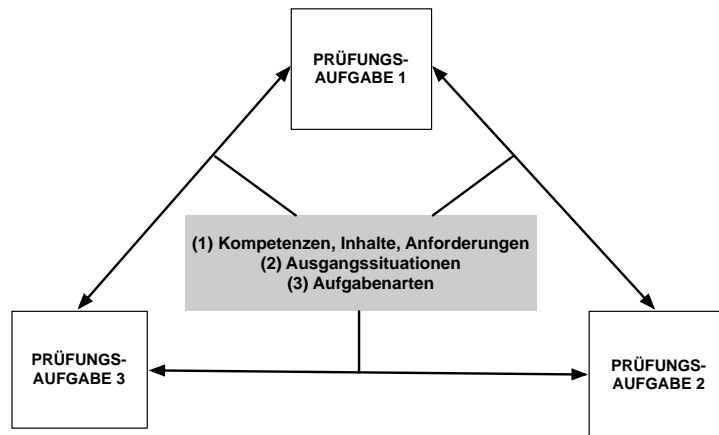

Abb. 20: Abstimmung der Prüfungsaufgaben
Die Abstimmung der drei Prüfungsaufgaben erfolgt hinsichtlich der (1) zu überprüfenden Kompetenzen, Inhalte und Anforderungen, (2) den technologischen Ausgangssituationen und den (3) Aufgabenarten (siehe Abb. 20).